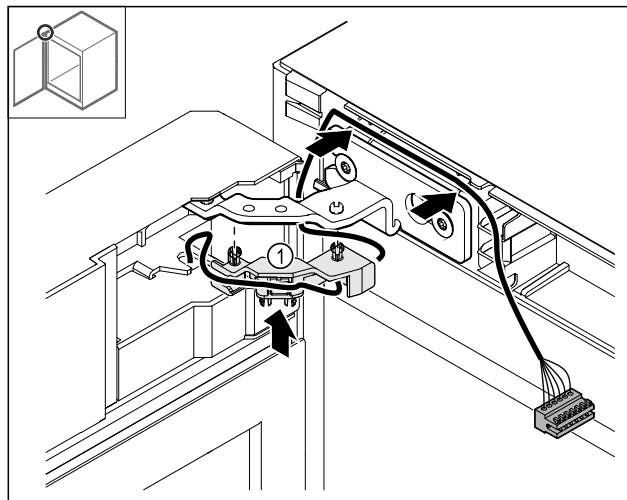

Fig. 45
- Pres kabelholderen Fig. 45 (1) ind i hængslet.